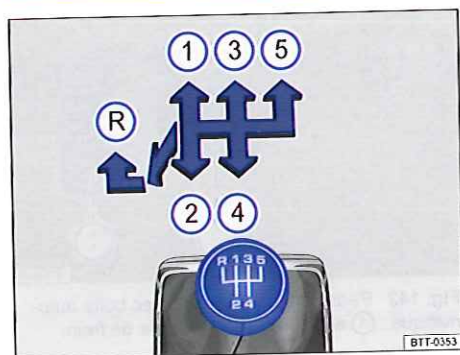
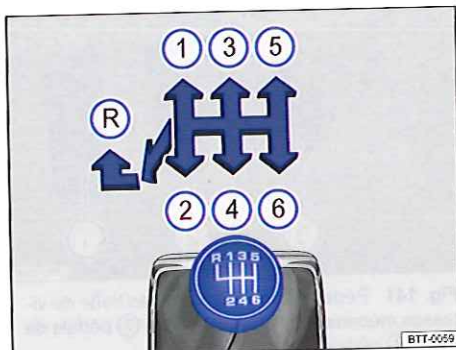

Fig. 143 Grille des vitesses de la boîte mécanique à 5 vitesses.
Fig. 144 Grille des vitesses de la boîte mécanique à 6 vitesses.
Les positions des différentes vitesses sont représentées sur le levier de vitesses $\Rightarrow$ fig. 143 ou $\Rightarrow$ fig. 144.
- Amenez le levier de vitesses au maximum vers la gauche puis poussez-le vers l'avant en position de marche arrière $\Rightarrow$ fig. 143 ou $\Rightarrow$ fig. 144 .